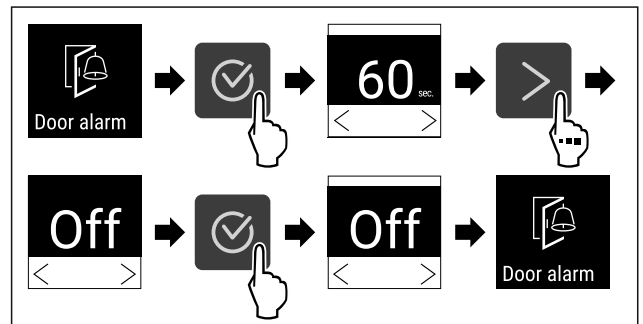

Fig. 96
► Suivre les étapes (voir Fig. 96) .